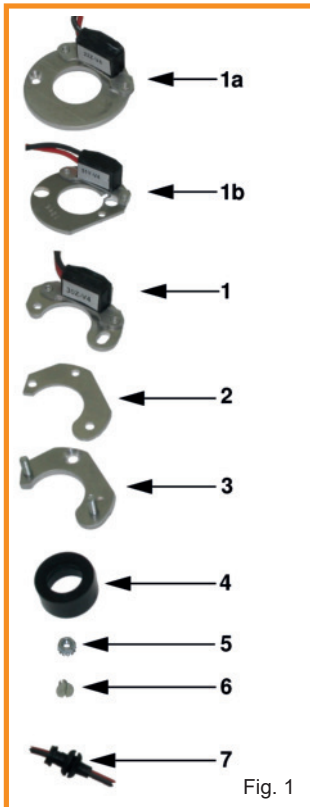

Fig. 1
5. Installieren Sie die Halteplatte (Pos:5, Fig.3) bei VW-Verteilern auf dieselbe Weise, wie bei einem Unterbrecherkontakt. Bei den anderen Versionen (009, 356) installieren Sie die Grundplatte (Pos:1a/1b, Fig.1) in ähnlicher Weise wie den Unterbrecherkontakt. Verwenden Sie dafür die mitgelieferte Flachkopfschraube (Pos:9, Fig.3). Vergewissern Sie sich, dass das „Knöpfchen“ auf der Unterseite der Halteplatte (Pos:5, Fig.3) genau in die Aussparung für den Unterbrecherkontakt, auf der im Verteiler befindenden Kontaktplatte passt. Die Halteplatte muss fest auf der Kontaktplatte aufliegen.